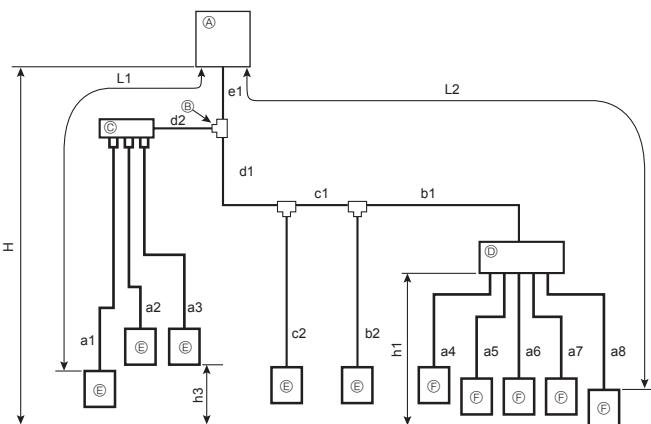

Fig. 4-3 (a)
4.2.3. Μεικτό σύστημα (εσωτερικές μονάδες City Multi και εσωτερικές μονάδες σειράς M, S, P μέσω κουτιού διακλάδωσης) (Fig. 4-3)